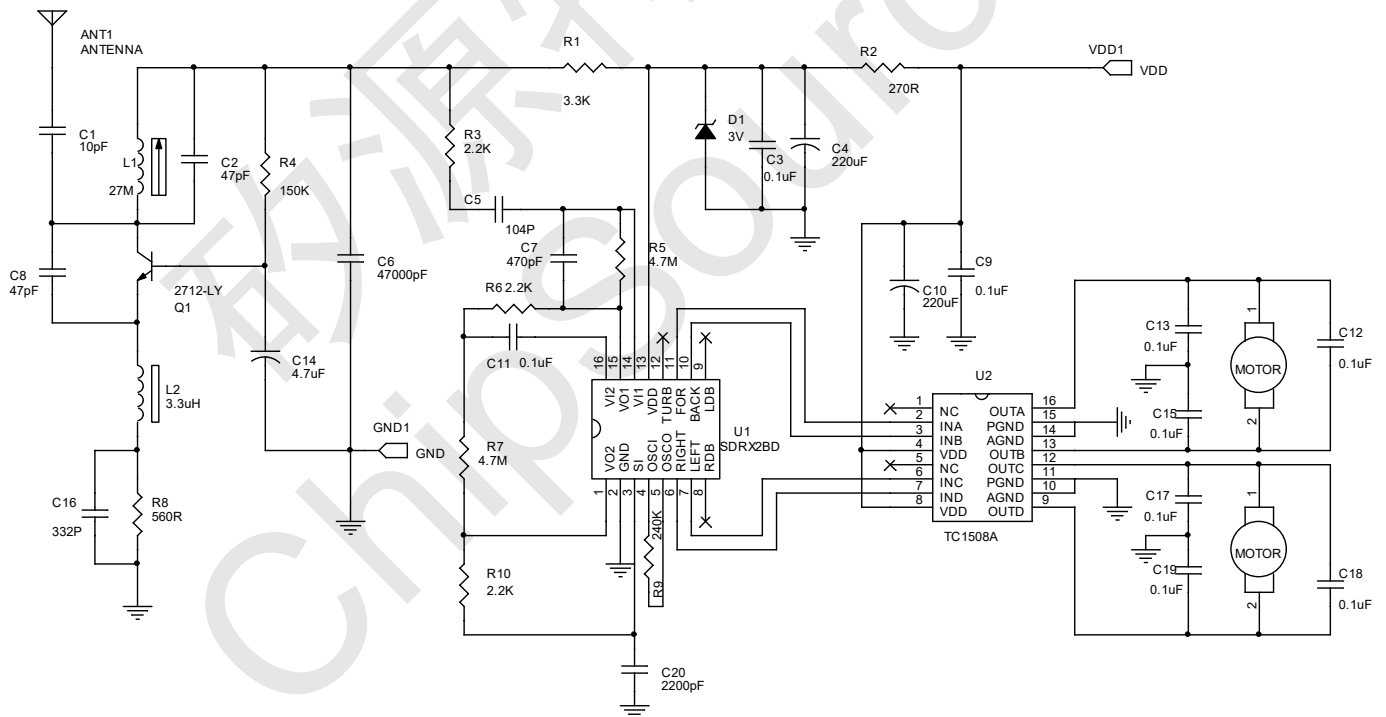

图 4: 实际应用电路原理图
- 5、PCB Layout 时，如上图 4 应用中，逻辑控制解码芯片的地（GND）端与马达驱动芯片的地（PGND）端的电流回路（走向）强烈建议分开，在 PCB 上不要串流在一起。